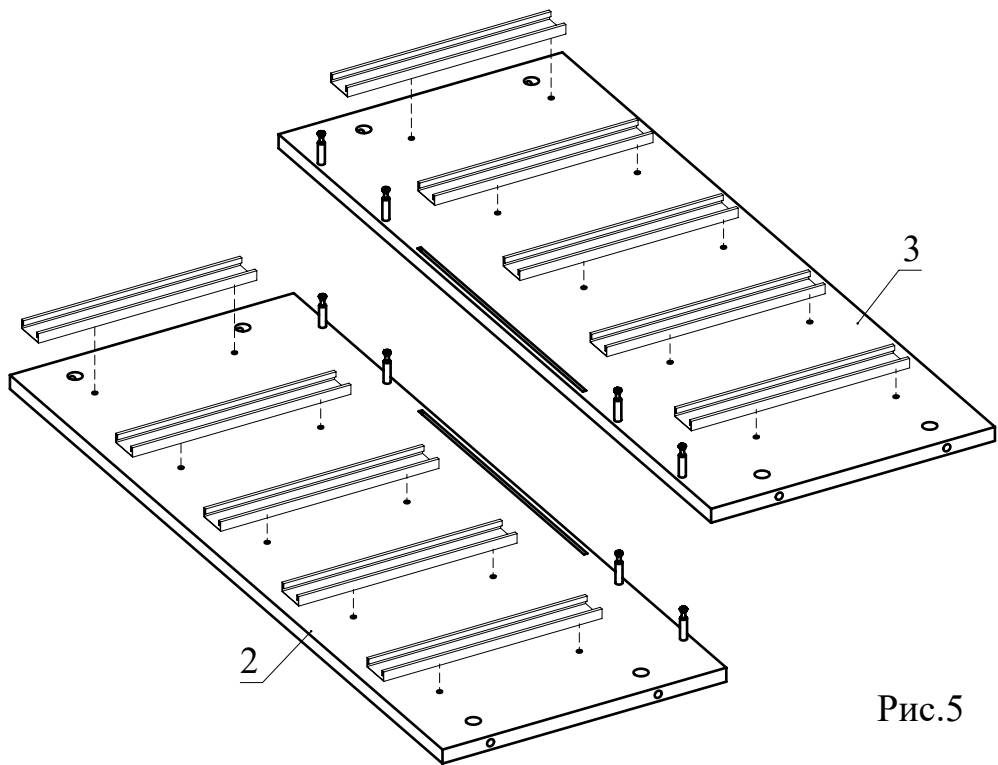

Рис.5
4. Отсоедините от основания телескопических направляющих внутренние планки, отогнув пластиковый рычажок фиксатора (Рис. 4). Основания телескопических направляющих закрепите на деталях 2, 3 винтами М5х8 (Рис. 5). !!! Приложите телескопическую часть отверстиями к отверстиям на боковине так, чтобы они были отцентрованы относительно друг друга. Вкрутите винты М5х8 с помощью **шуруповерта**, приложив немного усилий. **Внимание:** винт М5х8 должен заходить с натягом для максимально плотной фиксации телескопических направляющих.